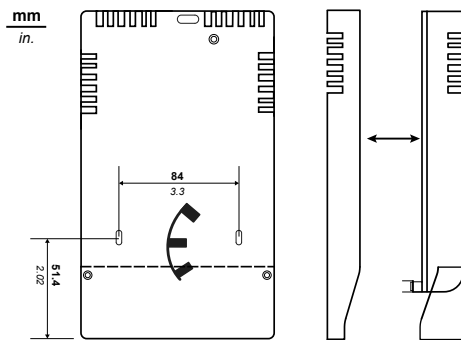

Fig. 6.
- Fixer la base du dispositif au mur/panneau au moyen de 3 vis et des chevilles S6 (fournies) au niveau des trous indiqués en **Fig. 6**.
- den Boden des Geräts an der Wand/Tafel befestigen, hierzu 3 Schrauben+Dübel S6 (im Lieferumfang) in die Bohrungen einführen, siehe **Fig. 6**.
- przymocować denko urządzenia do ściany/panelu przy użyciu 3 śrub+kółków rozporowych S6 (na wyposażeniu) i otworów wskazanych na **Fig. 6**.
- закрепите панель прибора на стене/панели тремя шурупами и поставляемыми зажимами S6 с совмещением с отверстиями, показанными на **Fig. 6**.